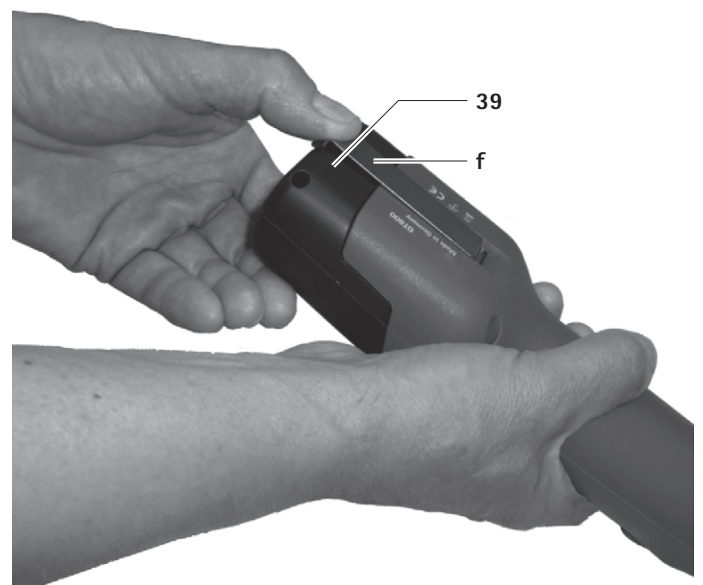

Fig. 3
- Fissare l'accumulatore a ioni di litio **39** con il blocco accumulatore **f**, vedere Fig. 3.